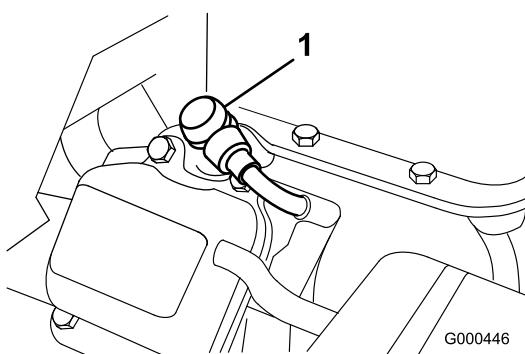

Figura 26
- Staccate il cappellotto della candela (Figura 26).